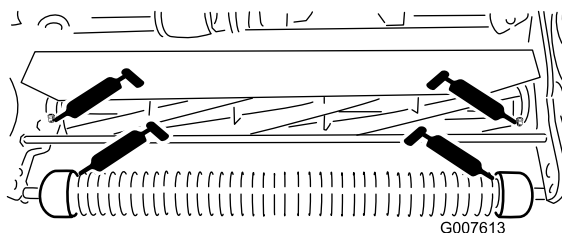

Figura 24
- 2 no rolo da frente (Figura 24)
- 2 nos rolamentos do cilindro (Figura 24)